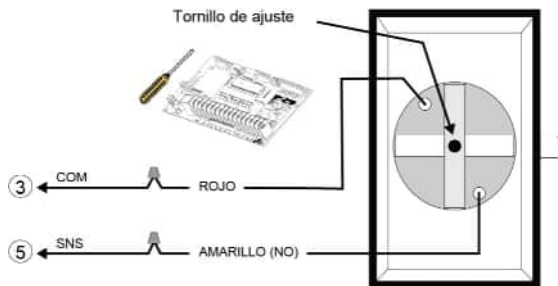
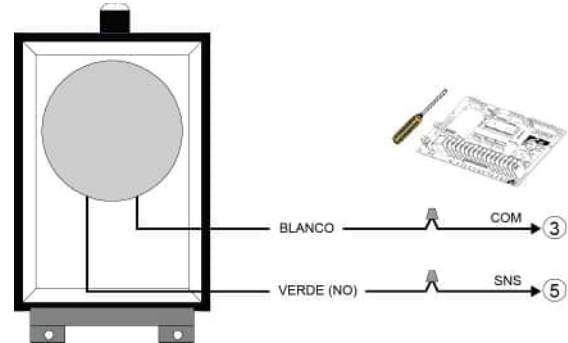

Figura 15 - AIRSWITCH 001 / 007
Figura 16 - AIRSWITCH 009 / 018
3. Utilizar un cable en espiral o carrete de recogida para conectar el interruptor de aire a los terminales del operador. Instalar los cables eléctricos de acuerdo con la Figura 15 o la Figura 16.